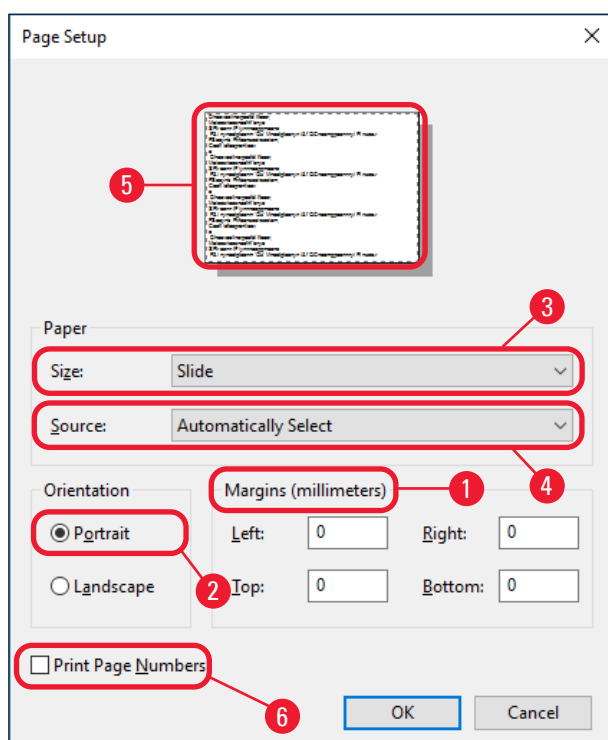

Fig. 42
3. Primeiro, as configurações de página devem ser selecionadas: Clique em **File** > **Page Setup** (Arquivo > Configuração de página) para a abrir a caixa de diálogo de configuração de página **Page Setup** (→ "Fig. 42").